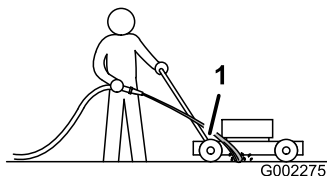

Figura 38
3. Sujete la manguera a la altura del manillar y dirija el agua para que fluya sobre el suelo justo por delante de la rueda trasera derecha (Figura 38).